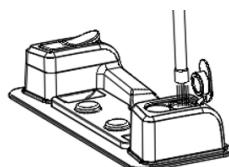

Abb. 6
2. Füllen Sie mit Wasser auf. Es ist möglich, die reinige Desinfektion ohne Beimischungen und Aromaessenzen zu benutzen (Abb. 6).